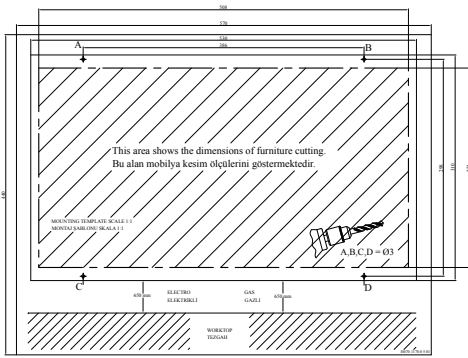

Abb. 1
- Bohren Sie mit einem 4 mm-Bohrer Löcher in die mit A, B, C, und D an der Installationschablone gekennzeichneten Stellen. (Abb. 1)